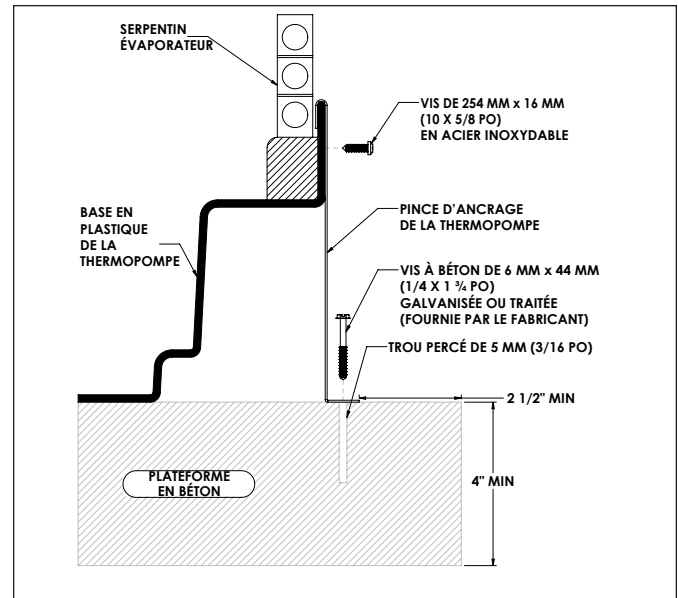

Figure 3. Installation de pinces d'ancrage
3. Ajuster le crochet de chaque pince sur la lèvre du panneau de la base de la thermopompe. Le crochet devrait s'ajuster entre la lèvre du panneau de la base et la garde du serpentín évaporateur (voir Figure 3).
7. Positionner les pinces d'ancrage de manière à ce que les trous dans les pinces soient au dessus des boulon d'ancrages. Vérifier que les crochets de pince soient sur la lèvre de la base de la thermopompe (voir Figure 3).